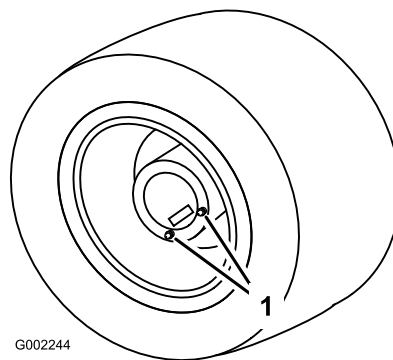

図 48
1. 平らな場所で、点検/ドレン・プラグが一番下の位置(ドレン位置)にくるようにして駐車する図 48。
3. ドレン・プラグの下に容器を置き、プラグを外す(図 48)。